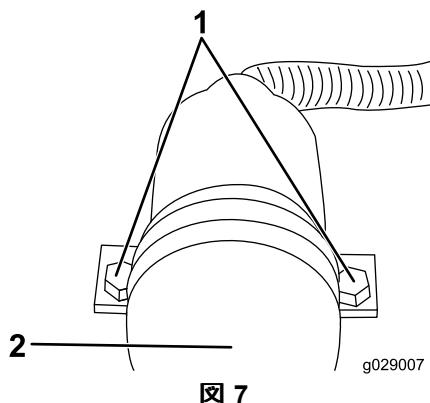

図 7
6. 燃料ストップソレノイドをマウントに固定しているボルト2本とナットを外す図7。